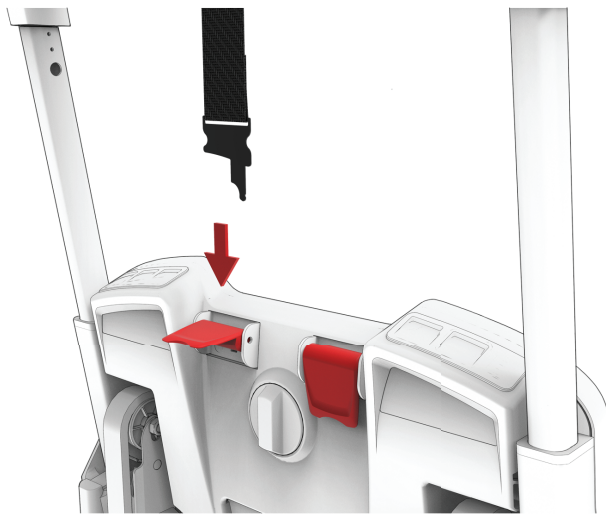
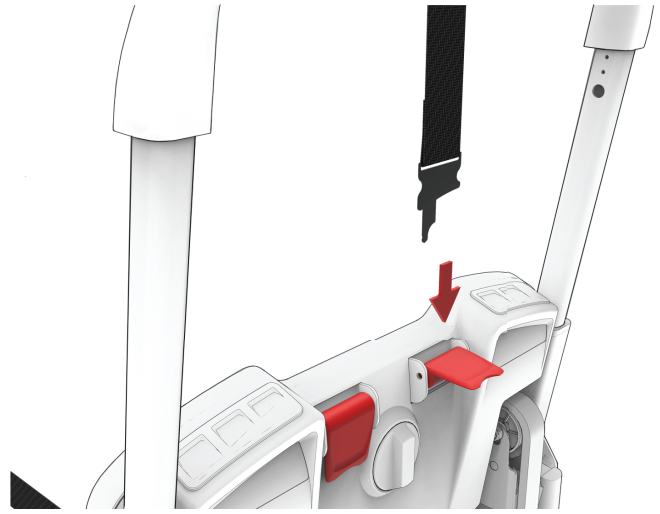

図 23 – 肩用ストラップ、患者左
図 24 – 肩用ストラップ、患者右
- 患者右肩のストラップをチェアの背面に沿って、グラブバーの下側で巻き付けます (図 23 および 図 24)。患者右側 PCSカムを持ち上げ、肩クリップをPCSカムに挿入して通過させます。